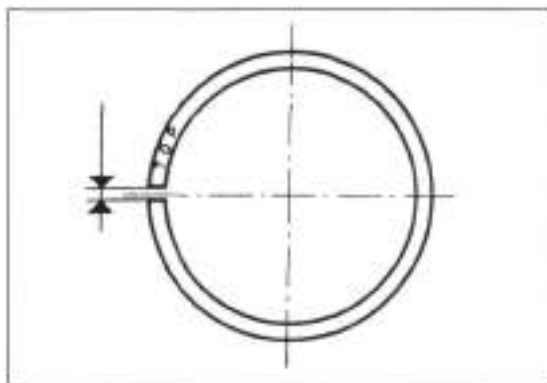

Bild 172
-  Kolbenringe einzeln in Zylinder schieben und mit Pleuellager rechtwinklig ausrichten. Mit Fühlerlehre **Stoß-Spiel** (Bild 172) ausfühlen. Sollwert erster und zweiter Pleuellager 0,2 - 0,40 mm; Verschleissgrenze 0,8 mm.